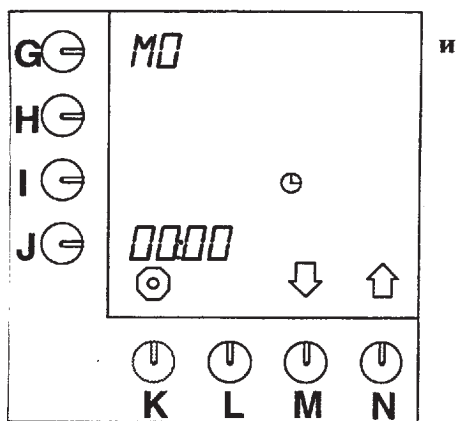

Рис.30 Текущий день и время
- настройка часов начнет мигать около программирующей кнопки (рис.30).